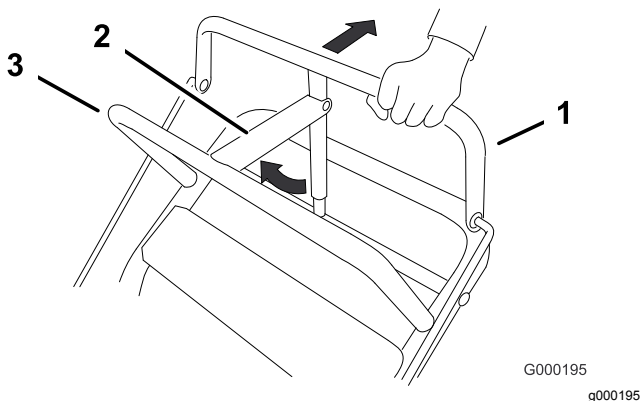

Figure 5
1. Tirez la barre de commande supérieure en arrière et maintenez-la dans cette position (Figure 5).
Le levier frein de stationnement doit rester en position engagée (Figure 5).